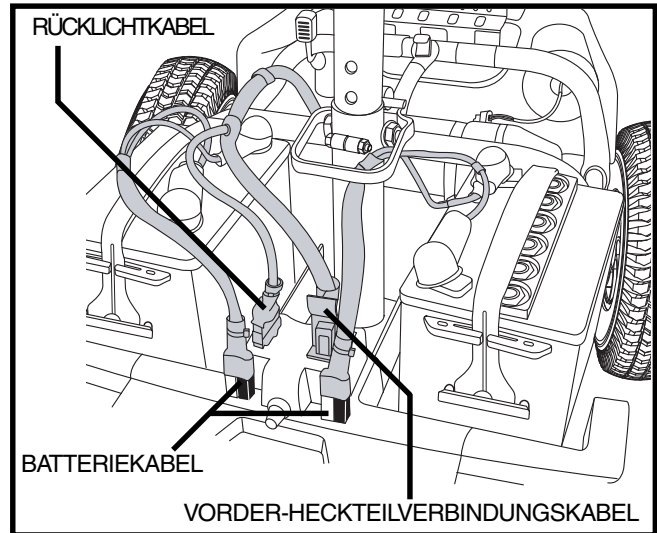

Abb. 21 Kabelverbindungen
6. Entkoppeln Sie beide Batteriekabel. Ziehen Sie jedes Kabel gerade nach oben. **Siehe Abb. 21.**
6. Das Vorder-/ Heckteilverbindungskabel, die Rücklichtverkabelung und beide Batteriekabel wieder einbauen. **Siehe Abb. 21.**